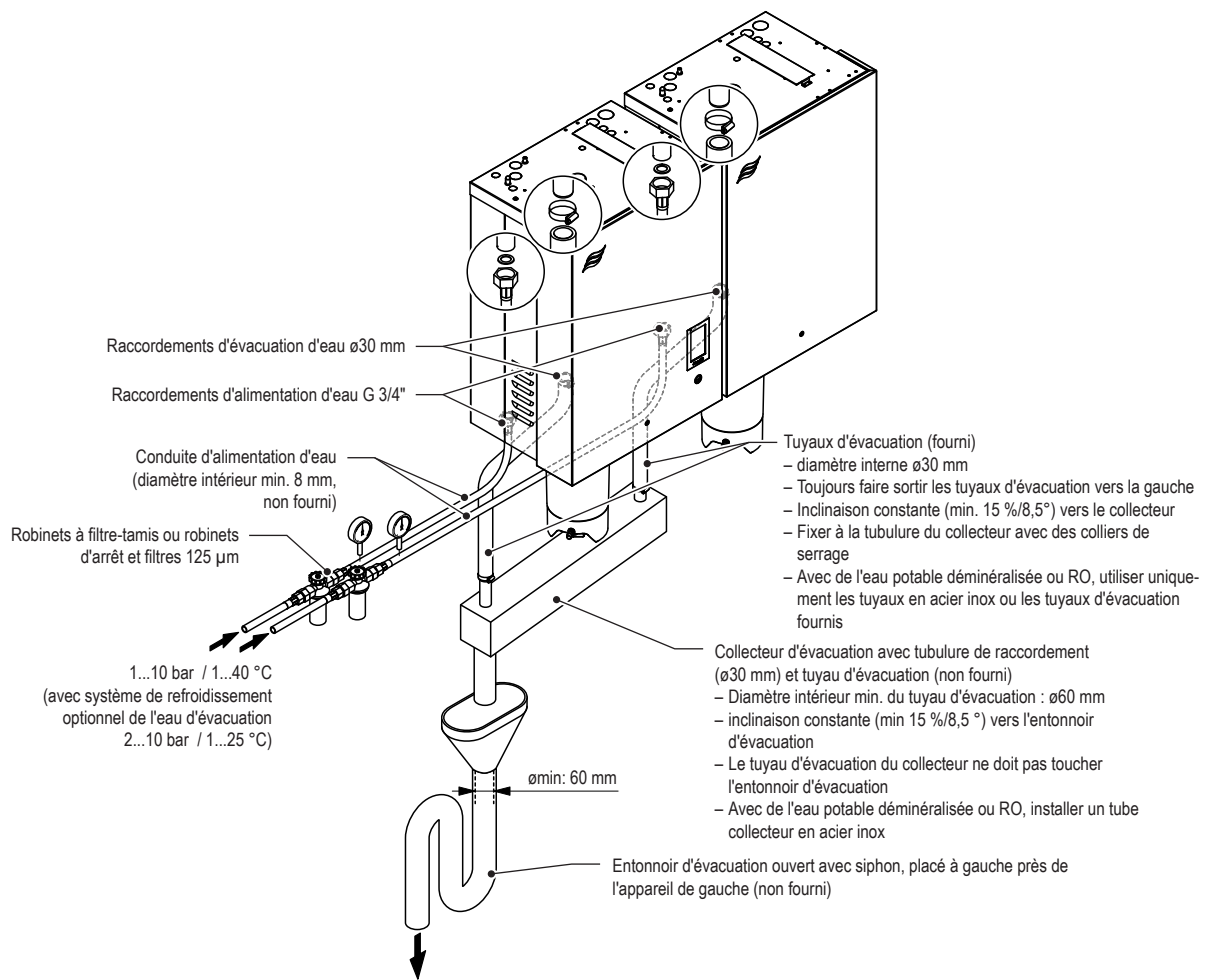

Fig. 22: Aperçu de l'installation hydraulique pour appareils doubles Moyens ("M")
- Sur les appareils doubles, raccorder les tuyaux d'évacuation sur un tube collecteur à l'aide de colliers de serrage en suivant une inclinaison constante (min. 15 %/8,5°) et diriger l'écoulement du tube collecteur dans un entonnoir d'évacuation en suivant également une inclinaison constante (min. 15 %/8,5°) (voir Fig. 22). L'entonnoir d'évacuation doit être placé à gauche, à côté du générateur de vapeur, afin d'éviter des dommages de vapeur sur l'appareil.